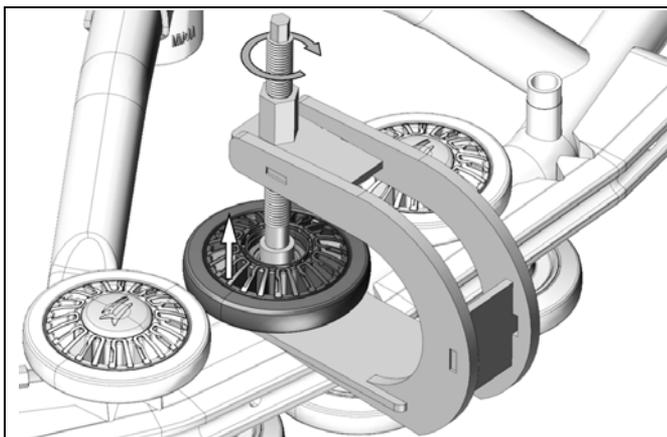

Figure 30
- Placer l'extracteur sous la roulette tel qu'illustré à la Figure 30 puis visser la tige filetée de celui-ci pour retirer la roulette.